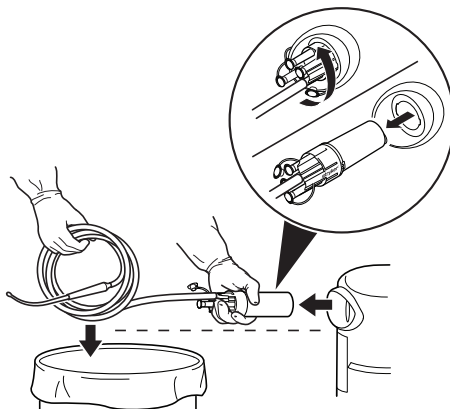

Figura 8 Remover o tubo de distribuição e a tubagem
4. Rode o tubo de distribuição até bloquear, depois puxe o tubo de distribuição e a tubagem de aspiração ligada para fora do recipiente, mantendo sempre o tubo de distribuição na horizontal (Figura 8).